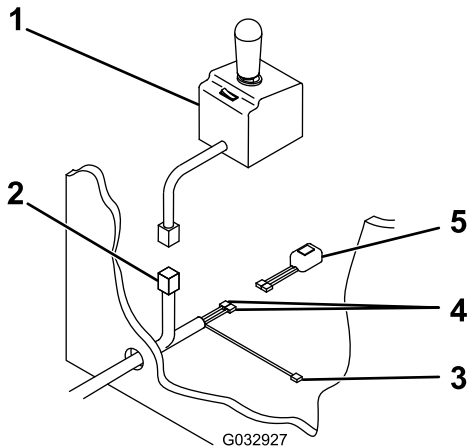

Figura 17
11. Pase el conector del controlador de la pala, el cable negro/rojo y los 2 cables negros a la cabina del vehículo a través del orificio de la mampara (Figura 17).
12. Conecte los 2 cables negros al interruptor basculante de los faros (Figura 17).